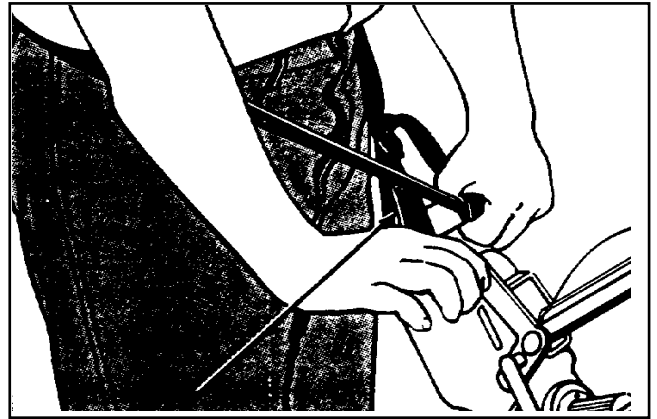

Figura 13
8. Interrumpa el trabajo gradualmente en el punto de terminación elevando la rueda de contacto con la palanca de control. (Consulte la figura 13)